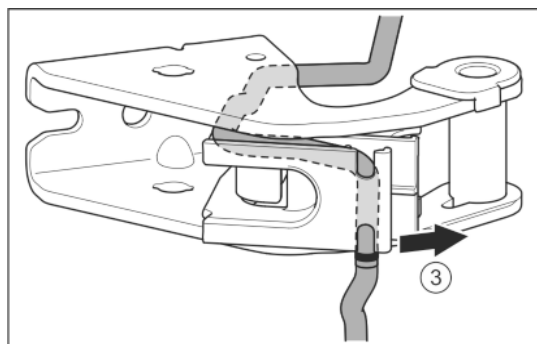

Fig. 25
- ▶ Kábel uvoľnite z vedenia. Fig. 25 (3)